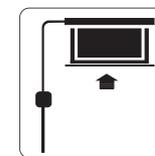

Figure 21
3. Tournez le bouton sur la position « - » pour faire rentrer l'écran ; il rentrera dans le boîtier métallique. Lorsqu'il est totalement rentré, il s'arrêtera automatiquement (Figure 21).